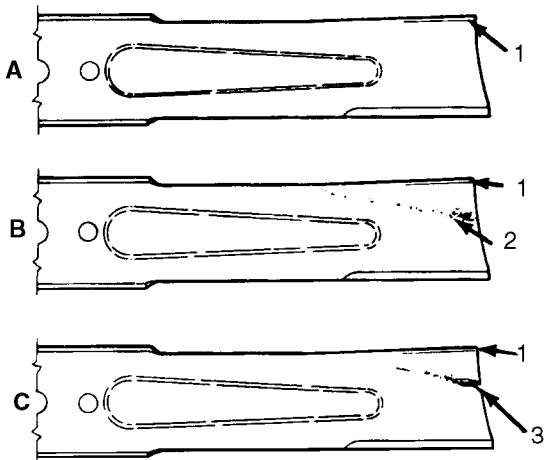

Figure 18
2. Examiner attentivement les tranchants de la lame, particulièrement au point de jonction de la partie plate et de la partie recourbée (Fig. 18-A). Le sable et les matériaux abrasifs peuvent user le métal qui relie ces deux parties de la lame, aussi vérifier l'état de cette dernière avant d'utiliser la tondeuse. Remplacer la lame si elle semble usée (Fig. 18-B); se reporter à la section *Dépose des lames de coupe*.
Une fente se forme entre le bord relevé et la partie plate si la lame devient usée (Fig. 18-C). La lame peut alors se casser et un morceau être projeté de dessous le carter et blesser l'utilisateur ou les spectateurs.